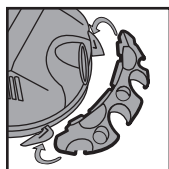

FIGURE 10
8. Placez-vous derrière l'appareil. Saisissez le porte-outils et positionnez-le avec les ongles face au dos de l'appareil. **FIGURE 10**.